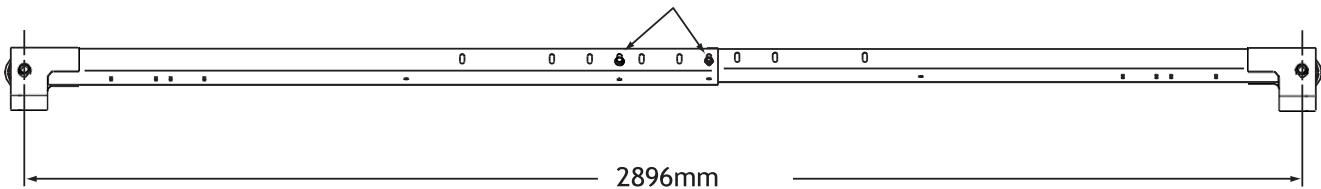

Fig. 6
Assembler le plafond, Fig 6. Ajuster à la dimension appropriée. Installer (4) écrous HHCS et écrous de blocage à collet, (2) de chaque côté. NE PAS SERRER.